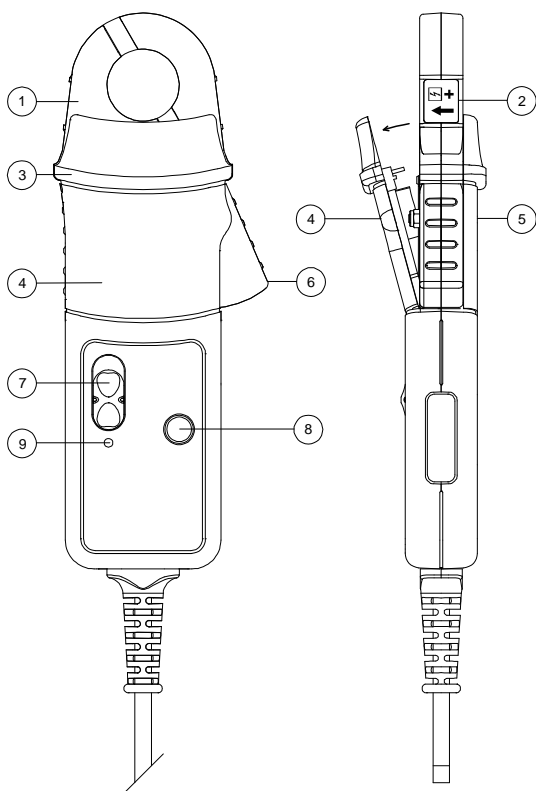

FIG 1
- Ne pas tenir la sonde en aucun endroit au-delà de la barrière tactile, voir la FIG 1.
La LED verte ou rouge se mettra à clignoter lorsque la tension d'emploi minimale est presque atteinte. Se référer à la Fig. 1 et procéder comme suit.
Desserrer la vis imperdable qui fixe le couvercle du compartiment de la pile. Soulever le couvercle à 30° puis le retirer du corps de la sonde comme le montre la Figure 1. Remplacer la pile puis remettre le couvercle en place et resserrer la vis.